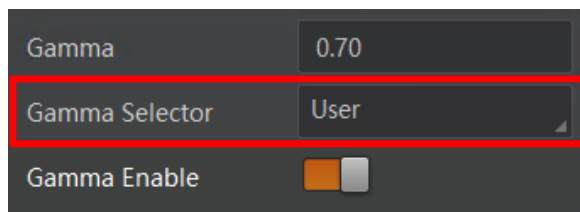

图12-3 User 模式
3. 在 *Gamma* 参数中输入需要设置的数值，如图 12-3 所示，参数范围为 0~4。